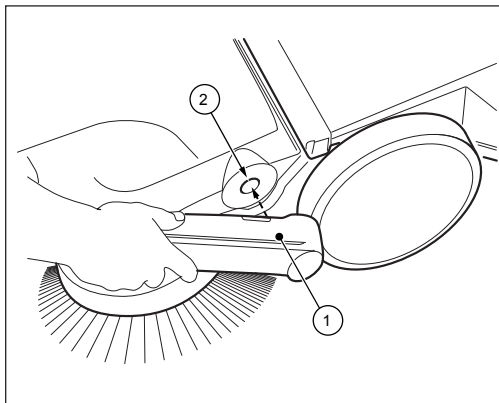

Bild 7: Montera handtagsbeslag (haaga 375)
1. Placera handtagsbeslagen (1) enligt anvisningarna på bild 7.
2. Skjut in handtagsbeslagen i detta läge i de fästena (2) på sopmaskinen som konstruerats för detta ändamål. Eventuellt måste du bulta lätt på handtagsbeslagen.